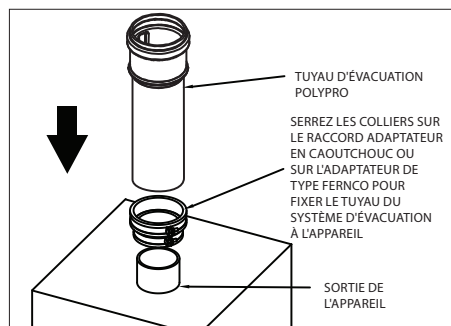

Figure 5
3. Si la sortie de l'appareil est munie d'une botte en caoutchouc ou d'un adaptateur d'appareil de type Fernco, le conduit d'évacuation PolyPro peut se fixer directement sur l'appareil (Fig.5).